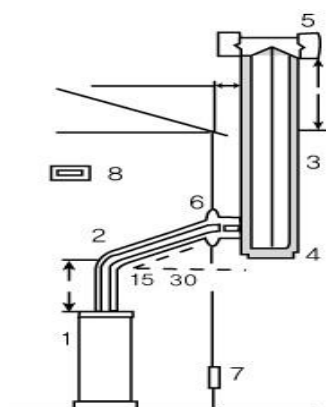

Рис. 30.1.
8. Дымоход приставной. (Рис. 30.1)
8.2. Приставной дымоход показан на рис. 30.1.: